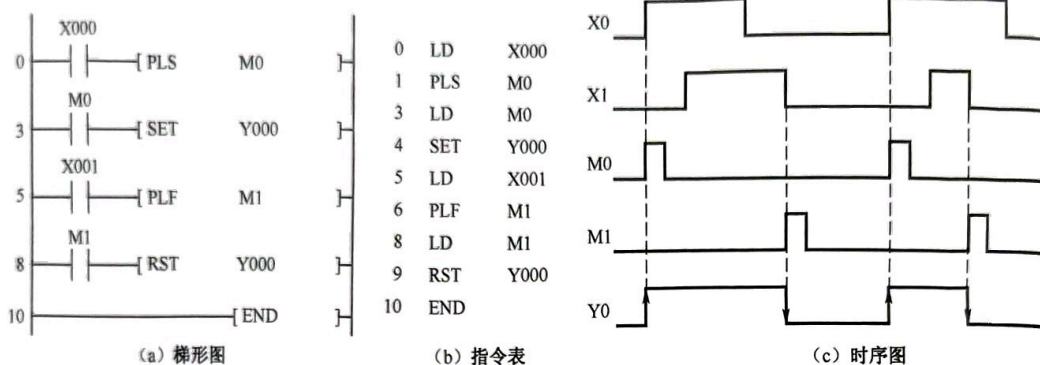

图 3-58 PLS、PLF 指令举例
如图 3-58 (a) 所示, 按下按钮 X0, 灯 Y0 点亮; 当按下按钮 X1 时, 灯 Y0 仍点亮, 只有当松开按钮 X1 时, 灯 Y0 才会熄灭。图 3-58 (a) 对应的指令表如图 3-58 (b) 所示。
在图 3-58 (c) 中, PLS (上升沿微分指令) 在输入信号 X0 的上升沿产生一个扫描周期的脉冲输出; PLF (下降沿微分指令) 在输入信号 X1 的下降沿产生一个扫描周期的脉冲输出。当按下按钮 X0 时, M0 闭合一个扫描周期, 通过 SET 指令让 Y0 通电, Y0 灯亮, 即使手松开 X0, 由于 SET 的置位作用, Y0 仍然亮; 当按下按钮 X1 时, 辅助继电器 M1 并不通电, 只有松开按钮 X1, 此时 PLF 指令使 M1 闭合一个扫描周期, M1 的常开触点闭合, 通过 RST 指令对 Y0 复位, Y0 灯熄灭。
(1) 使用 PLS 时, 仅在驱动输入接通后的一个扫描周期内目标元件 M0 为 ON, 如图 3-58 (c) 所示, M0 仅在 X0 的常开触点由断到通时的一个扫描周期内为 ON; 使用 PLF 指令时只是利用输入信号的下降沿驱动, 其他与 PLS 相同。
(2) PLS、PLF 指令的目标操作元件为 Y 和 M。但特殊辅助继电器不能用来作为 PLS 或 PLF 的操作元件。
(3) 在驱动输入接通时, PLC 由运行 (RUN) → 停机 (STOP) → 运行 (RUN), 此时 PLS M0 动作, 但 PLS M600 (断电时有电池后备的辅助继电器) 不动作, 这是因为 M600 是保持继电器, 即使在断电停机时其动作也能保持。